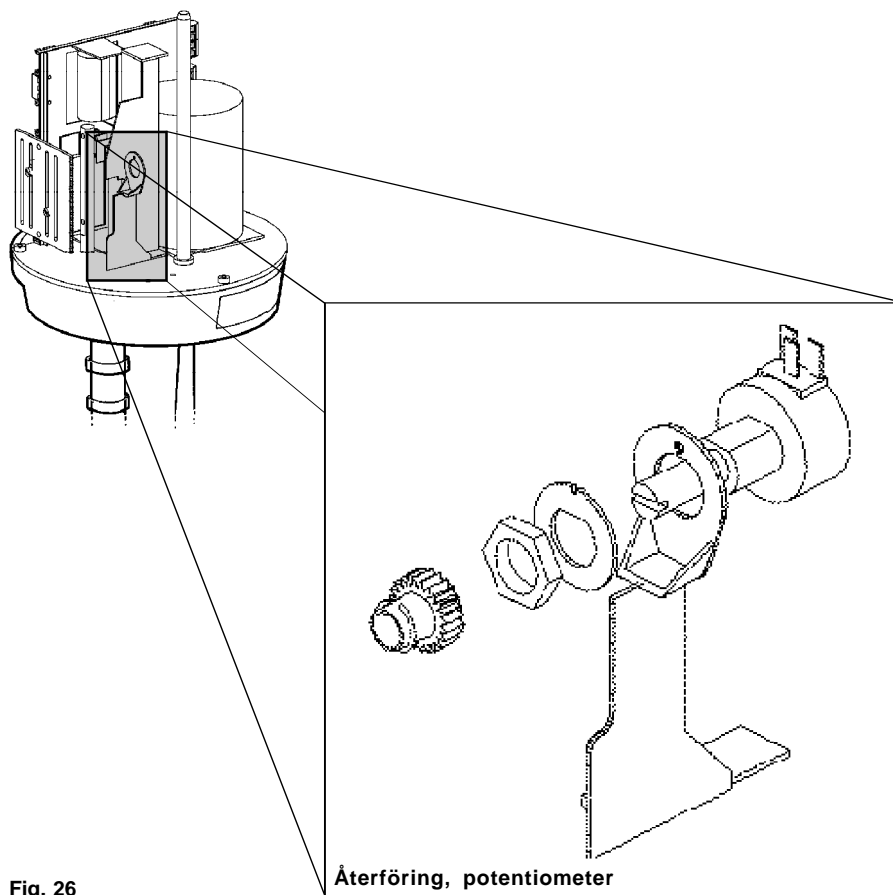
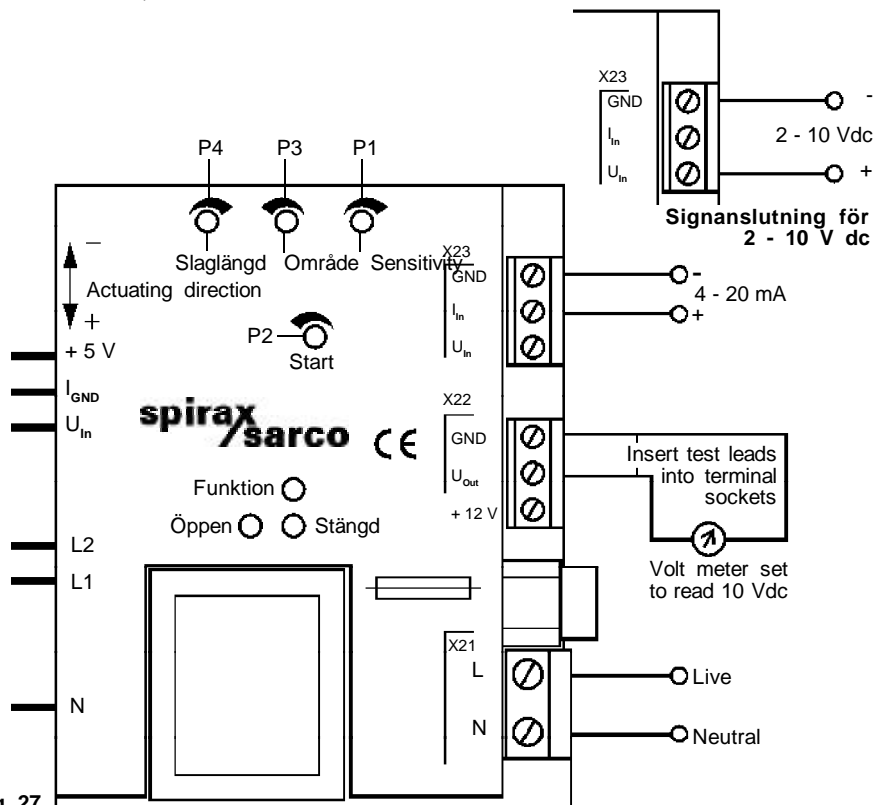

Fig. 26
Fig. 27
6. Det ska nu stå 0 V på multimetern. Om den inte gör det ska återföringspotentiometerns axel vridas tills det står 0 V på multimetern (Fig. 26). Justera startpotentiometern P2 (Fig. 27) tills att "close led" just slocknat.